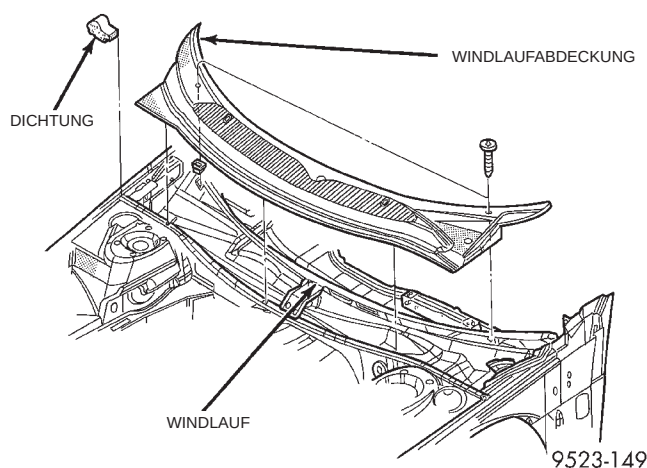

Abb. 8 Windlaufabdeckung
- (1) Motorhaubenschloß entriegeln und Motorhaube öffnen.
- (2) Wischerarme abbauen. Näheres hierzu siehe Kapitel 8K, "Scheibenwisch-/waschanlage".
- (3) Befestigungsschrauben lösen, mit denen die Windlaufabdeckung am Windlauf befestigt ist (Abb. 8).
- (4) Halteclips ausrasten, mit denen die Windlaufabdeckung am Windlaufkasten unter der Motorhaube an der Windlaufdichtung befestigt ist.
- (5) Windlaufabdeckung vom Fahrzeug abbauen.